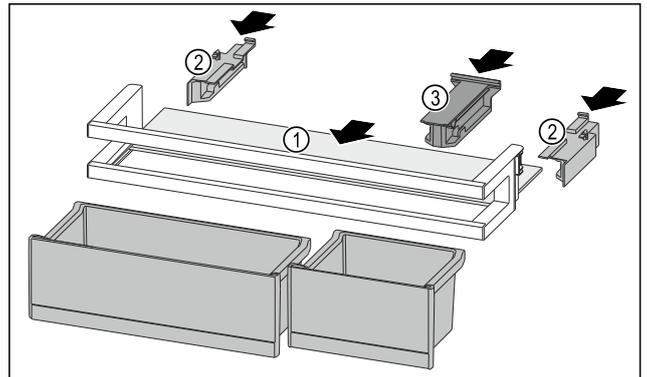

Fig. 113
- ▶ Abstellfläche Fig. 113 (1) in die seitlichen Einsparungen einschieben.
- ▶ Seitenteile Fig. 113 (2) einsetzen.
- ▶ Halteteil Fig. 113 (3) einsetzen.